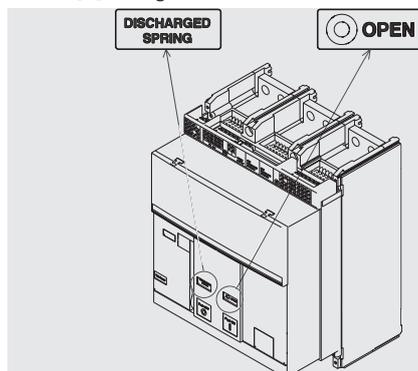

Abbildung 18
1. Sicherstellen, dass der Leistungsschalter ausgeschaltet ist (Anzeige aus/ein "O - OPEN"), und prüfen, dass die Federn entspannt sind (Federnanzeige "weiß - DISCHARGED SPRING") wie angezeigt in Abbildung 18.